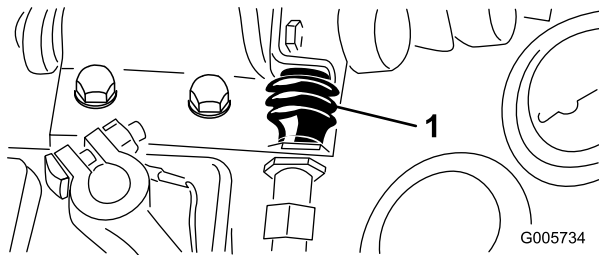

Figura 73
3. Retire la cubierta de goma del extremo del botón del interruptor de la toma de fuerza (Figura 73). Guarde la cubierta de goma para instalarla posteriormente. Separe los conectores del cable del interruptor.